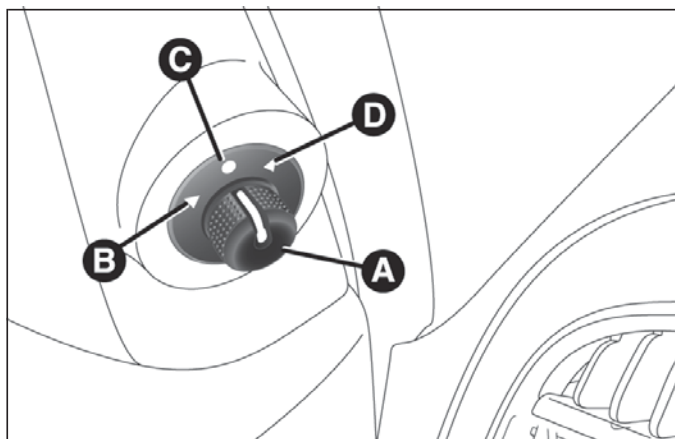

fig. 35
- ☐ con el dispositivo A fig. 35 seleccionar el espejo deseado (derecho o izquierdo);